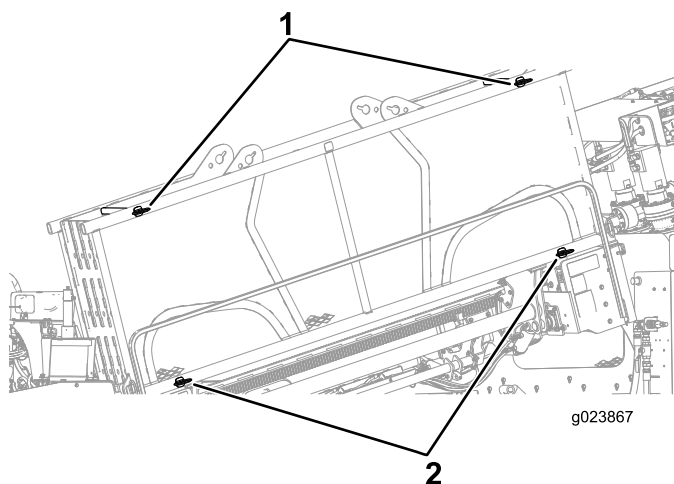

**Bild 67**
1. Stellen Sie sicher, dass die zwei oberen und zwei unteren Stifte montiert sind, um das Rohr im Rohrhalter zu befestigen (**Bild 67**).